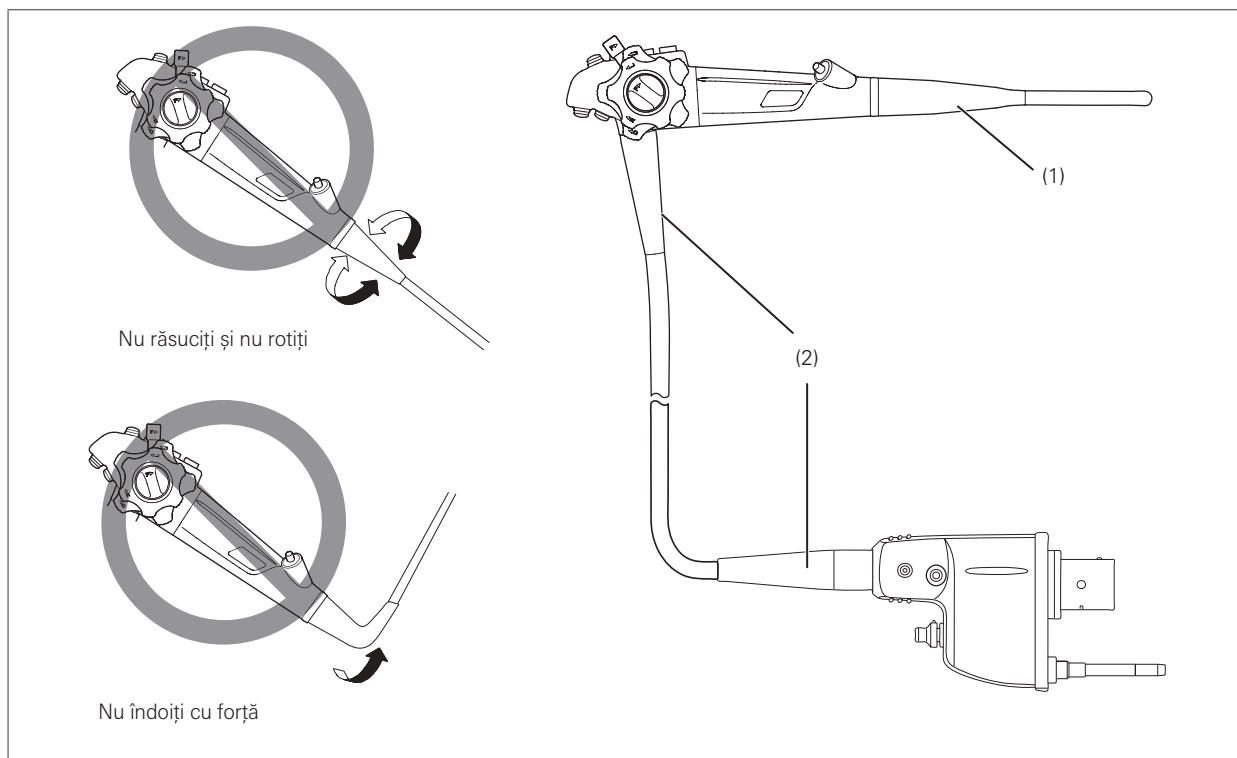

Figura 3.2
- NU răsuciți, rotiți sau îndoiți excesiv niciunul dintre elementele de detensionare de pe instrument [consultați Figura 3.2 (1) și 3.2 (2) pentru a identifica elementele de detensionare]. Nerespectarea acestei prevederi poate conduce la deteriorarea instrumentului. Acordați o atenție deosebită elementului de detensionare al porțiunii de inserție [Consultați Figura 3.2 (1)] al endoscopului deoarece are un diametru mic și se poate deteriora ușor în caz de manipulare greșită.